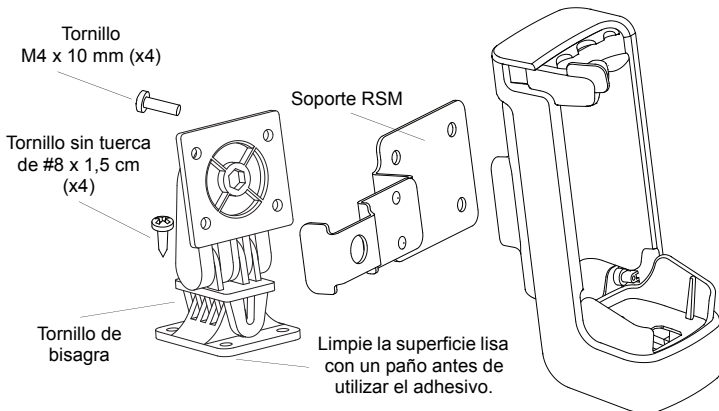

Figura 2. Cuando instale el soporte, siga el siguiente procedimiento o adapte en función de las características de un vehículo en particular.
Cuando instale el kit de soporte para vehículos pasivo PMLN7018, siga el siguiente procedimiento o adapte en función de las características de un vehículo en particular. Consulte la Figura 2 que aparece más arriba.
5. Fije el soporte a la otra mitad del soporte de montaje mediante los cuatro tornillos M4 de 10 mm. Puede colocar el soporte RSM entre los dos soportes o instalarlo por separado como se muestra en la Figura 2.